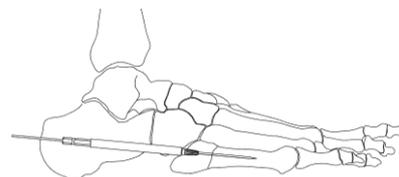

図8
- 1) 1.3 ガイドピンデプスゲージにてガイドピンの刺入深さを計測後、4.5/4.7 コーテックスドリルにて、刺入部の皮質を開窓します。(図8)